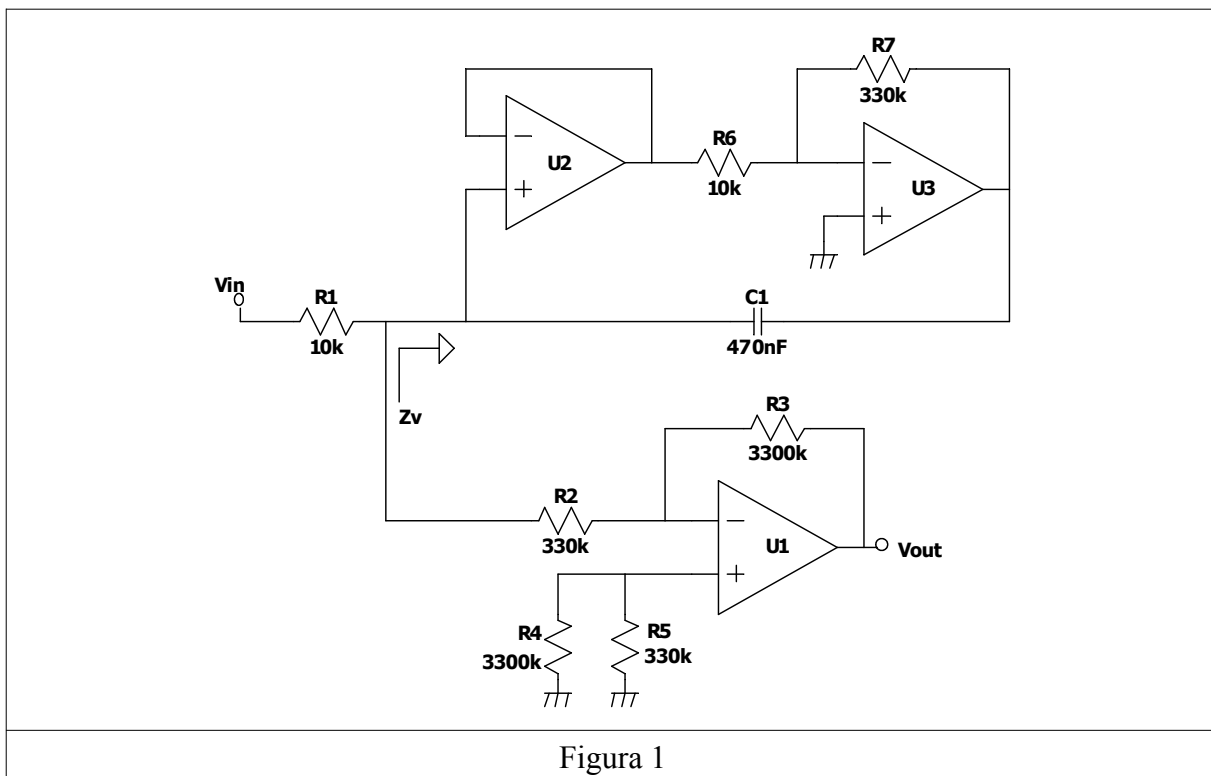

Figura 1
a) Para el circuito de la Figura 1 calcular, suponiendo que todos los amplificadores son ideales: